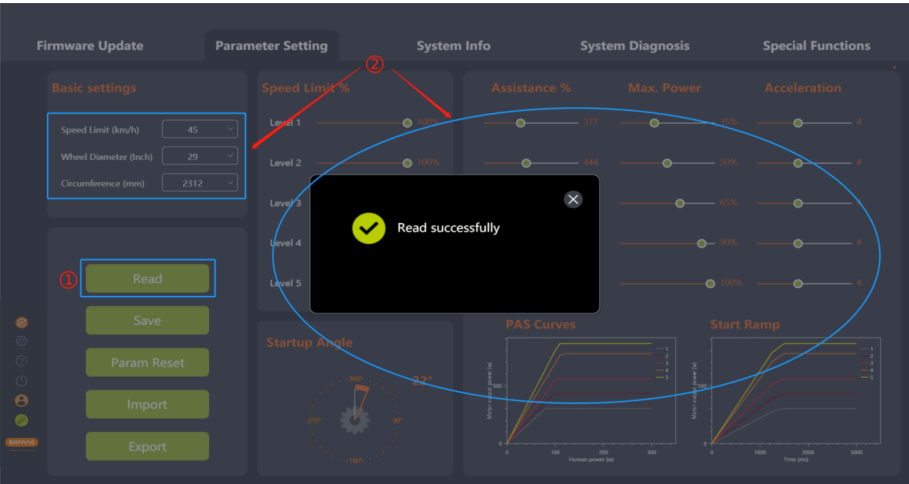

图 5-12 读取
2. 读取成功后各个参数将会以数字、滑动条等形式展现（如图 5-12）。